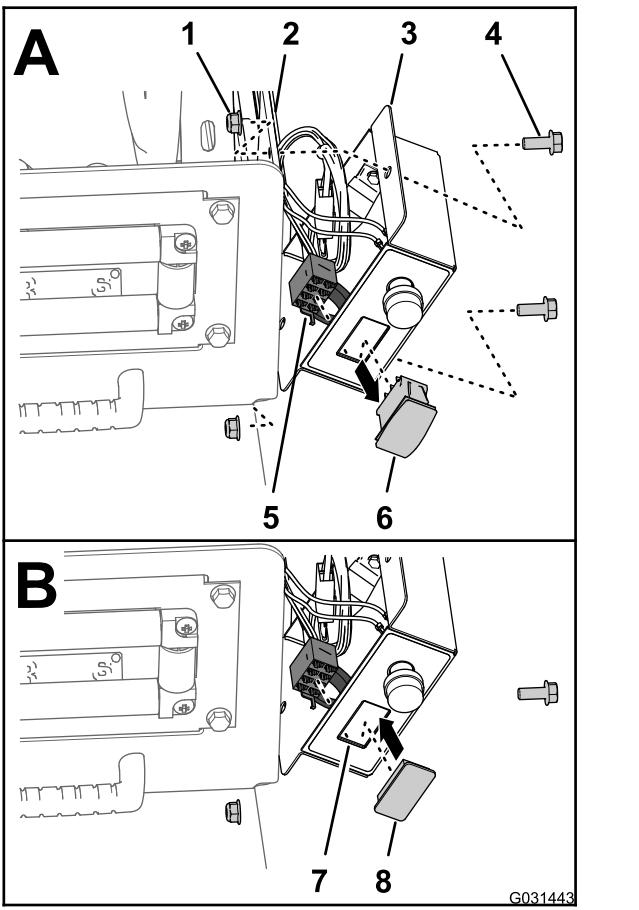

Рисунок 7
1. Удалите 2 болта (5/16 x $\frac{3}{4}$ дюйма) и 2 контргайки (5/16 дюйма), которые крепят блок управления к монтажной плате барабана (Рисунок 7).
2. Отсоедините 8-гнездовой разъем жгута проводов блока управления от переключателя РЕГУЛИРОВКИ ДАВЛЕНИЯ (Рисунок 7).
3. Проложите 8-гнездовой разъем внутрь блока управления (Рисунок 7).
4. Сожмите фиксирующие выступы переключателя РЕГУЛИРОВКИ ДАВЛЕНИЯ и выдавите переключатель из блока управления (Рисунок 7).
5. Совместите заглушку переключателя с отверстием в блоке управления, откуда был извлечен переключатель (Рисунок 7).
надежно зафиксировав ее в крышке (Рисунок 7).
7. Совместите блок управления с монтажной плитой барабана (Рисунок 7) и прикрепите блок к плите с помощью двух болтов (5/16 x ¾ дюйма) и двух контргаек (5/16 дюйма).